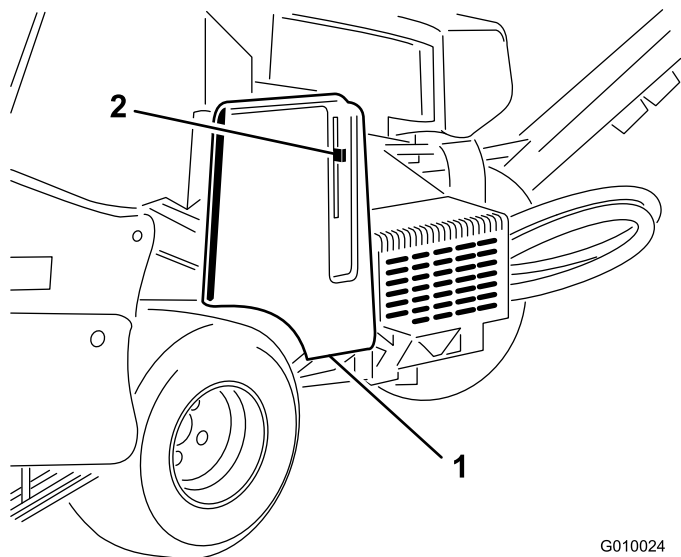

Figura 61
2. Destranque e retire a cobertura da correia (Figura 61).